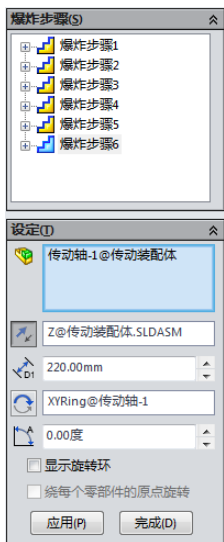
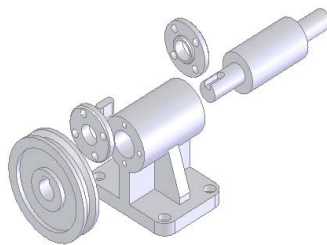

图 7-163 爆炸设置
图 7-164 爆炸后的视图
**12** 生成爆炸步骤。按照图 7-163 所示进行设置后，单击图 7-163 中的“完成”按钮，对“传动轴”零件的爆炸完成，并形成“爆炸步骤 06”，结果如图 7-164 所示。